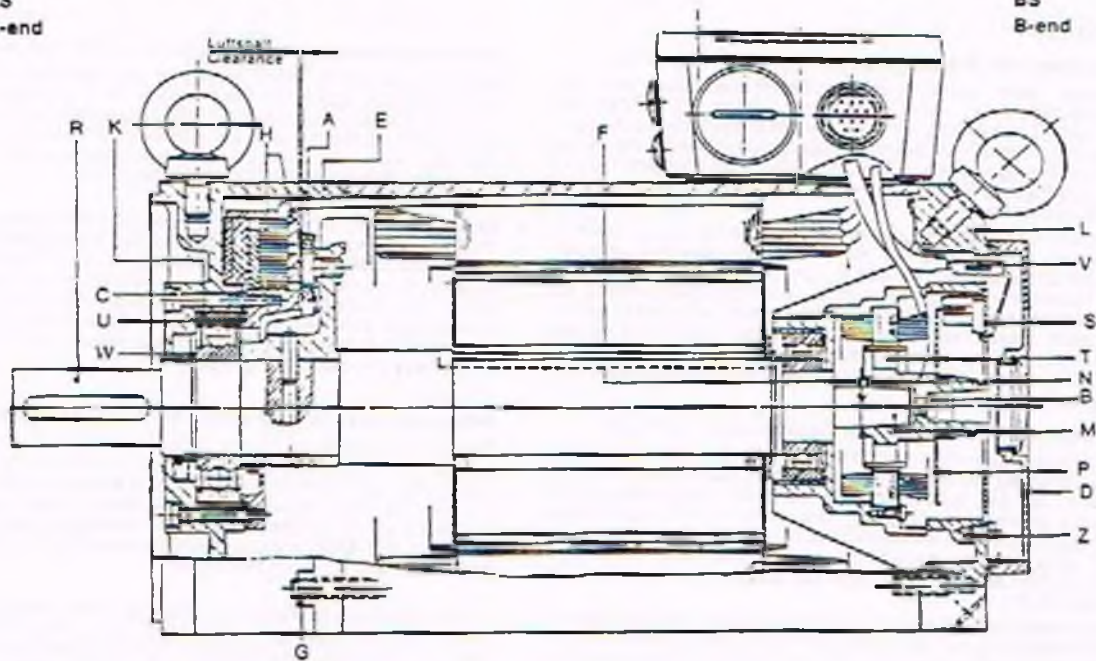

Fig. 2
### Lagegeber und Tachogenerator (s. Fig. 2)
### Position transmitter and tachogenerator (see Fig. 2)
**Demontage der Bremse** (z. B. bei Lagerwechsel; s. Fig. 2)
**Achtung!** Beim Abklemmen der Bremsenwicklung wird die Bremsscheibe (A) sofort angezogen. Wenn ein Drehen des Läufers (R) notwendig ist, oder der Magnetkörper abgezogen werden soll, muß die Bremsenwicklung an Spannung gelegt werden. Eine gewaltsame Trennung von Bremsscheibe (A) und Magnetkörper (H) führt zur Verformung der Membrantfeder an der Bremsscheibe.
**Montage der Bremse** (z. B. bei Lagerwechsel; s. Fig. 2)
**Removing the brake** (e.g. for changing the bearings; see Fig. 2)
**Note:** As soon as the brake winding is disconnected, the brake disc (A) will be applied by the magnets. So if it is necessary to turn the rotor (R) of the motor, or to remove the armature, the brake winding will have to be energized. The use of force to separate the brake disc (A) from the armature (H) will only distort the diaphragm spring at the brake disc.
**Fitting the brake** (e.g. for changing the bearings; see Fig. 2)